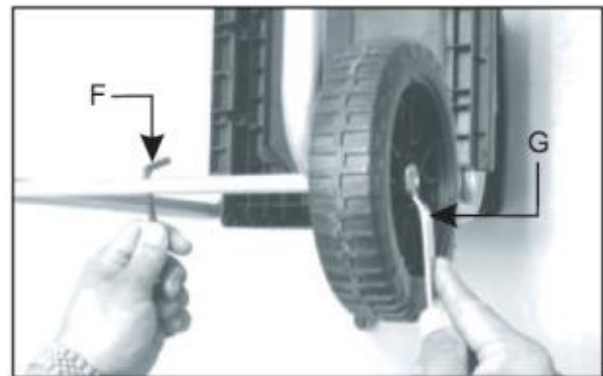

Fig.1D
6. Halten Sie die Mutter mit dem Schlüssel (G) und befestigen Sie die Achse mit dem gelieferten Innensechskant-schlüssel (F). (Fig.1D)